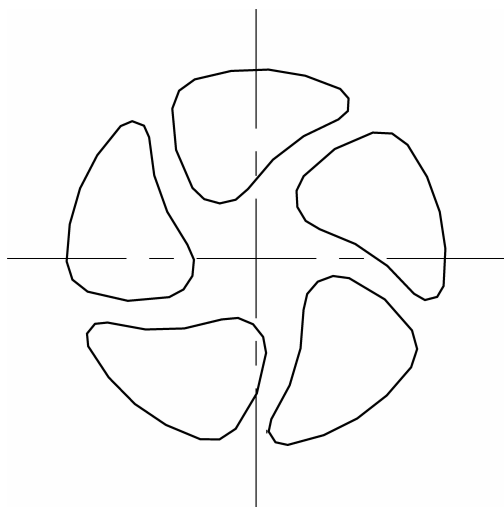

图 3-20 完整扇形图
(6) 删除多余线段,然后进行阵列命令,如图 3-20 所示。